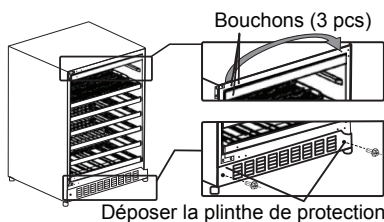

Figure 4
4. Retirer les trois bouchons dans l'angle supérieur gauche de l'armoire et de les transférer sur les trous du côté opposé. Veiller à pousser fermement les bouchons dans les trous. Retirer les vis de chaque côté de la plinthe de protection et mettre celle-ci à plat sur le sol en face de l'appareil. (Voir Figure 4.)